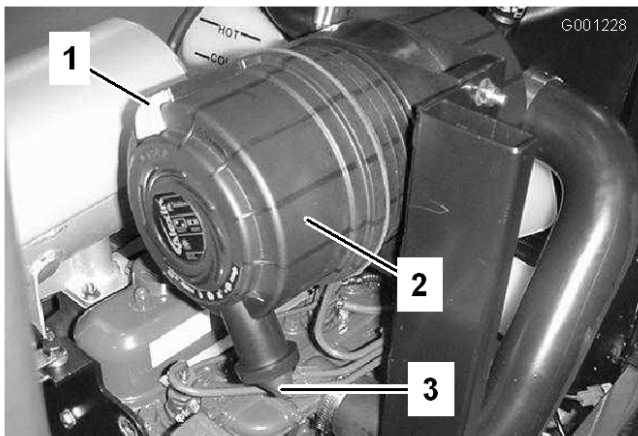

Bild 46
1. Ziehen Sie den Riegel nach außen und drehen Sie die Luftfilterabdeckung nach links (Bild 46).
2. Entfernen Sie die Abdeckung vom Luftfiltergehäuse (Bild 46).
8. Setzen Sie die Abdeckung ein, richten Sie das Gummiablassventil nach unten, ungefähr zwischen 17.00 und 19.00 Uhr (vom Ende her gesehen) (Bild 46).